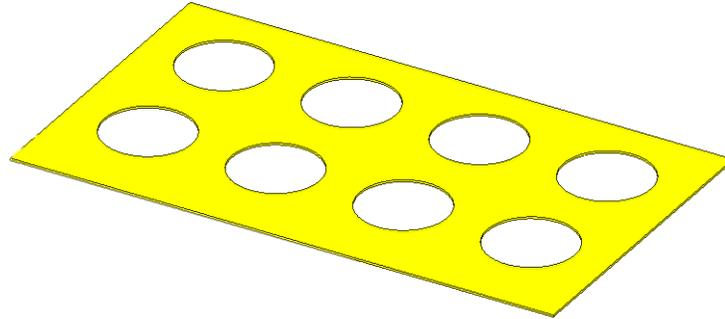

図 15. FR4製の単体スペーサー
1. FR4または他の堅牢な素材で作られた単純な単体スペーサー (図 15を参照)